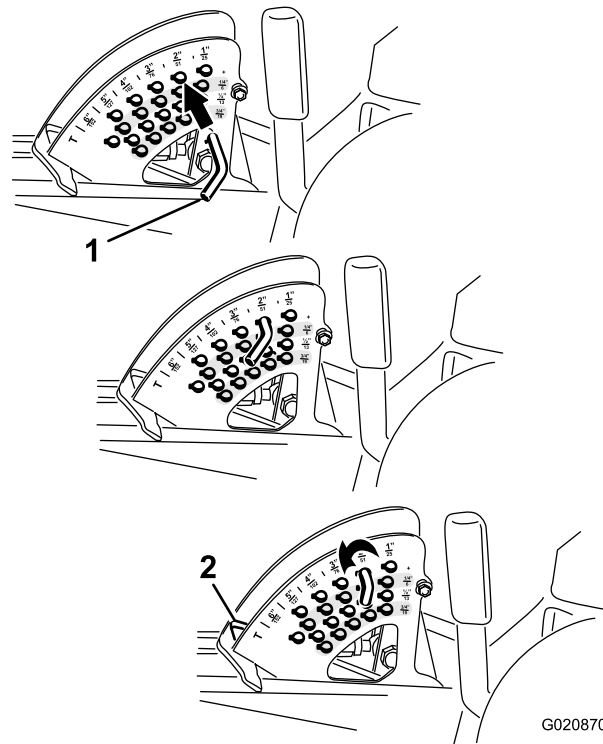

Figura 20
Nota: Para bloquear a plataforma do cortador numa posição elevada, levante a plataforma passando a posição de 15,2 cm, retire o pino de bloqueio da altura de corte e coloque o pino na posição da altura de corte de 15,2 cm (Figura 20).
2. Para ajustar, rode o pino de bloqueio até que o pino do mesmo fique alinhado com as ranhuras nos orifícios no suporte da altura de corte e remova-o (Figura 20).
3. Seleccione um orifício, no suporte da altura de corte, que corresponda a altura de corte desejada, insira o pino e rode-o para o bloquear no lugar (Figura 20).
Nota: Existem quatro filas de posições de orifícios (Figura 20). A fila de cima dá-lhe a altura de corte indicada por cima do pino. A segunda fila dá-lhe a altura de corte indicada mais 6 mm. A terceira fila dá-lhe a altura de corte indicada mais 13 mm. A fila de baixo dá-lhe a altura de corte indicada mais 19 mm. Para a posição de 15,2 cm só existe um orifício, colocado na segunda fila. Isto não acrescenta 6 mm à posição de 15,2 cm.